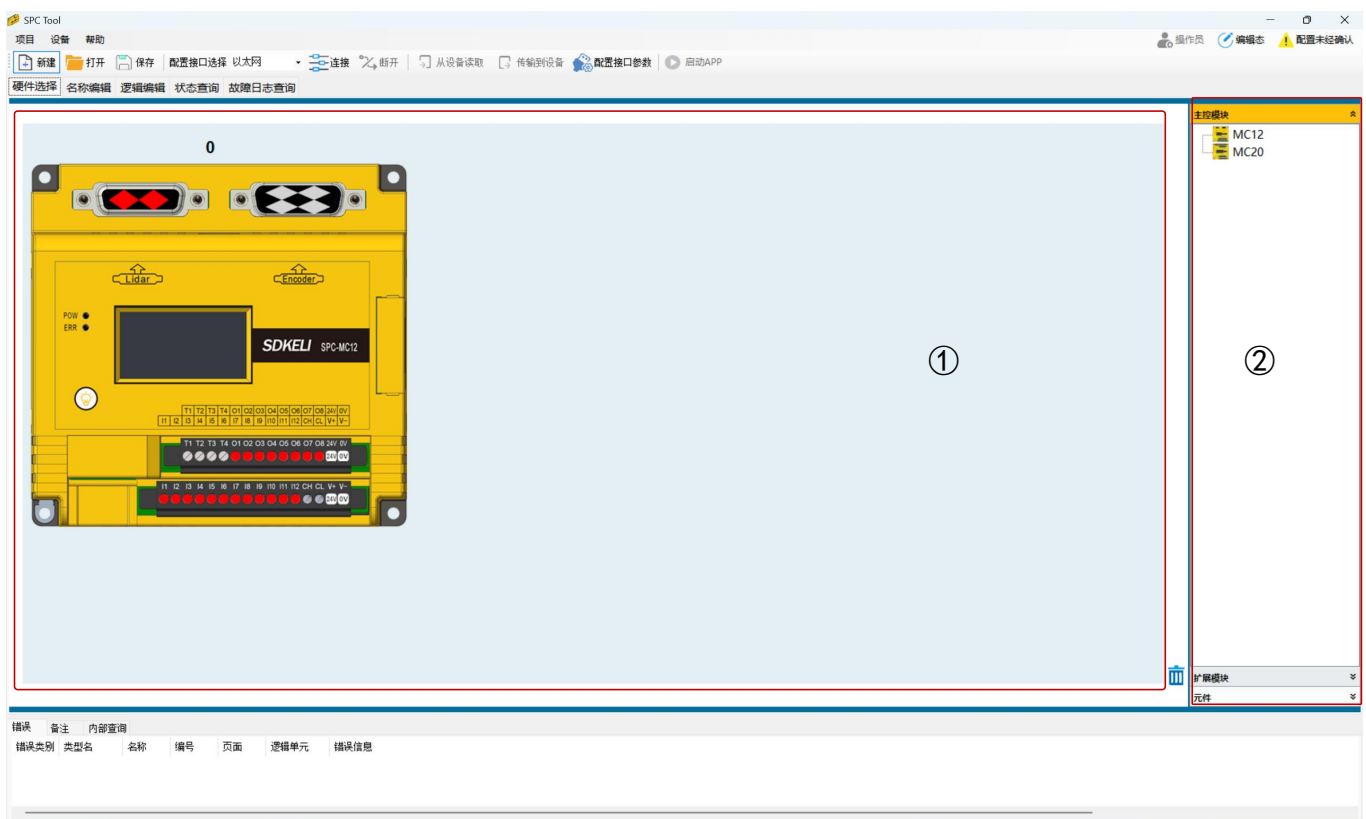

图 4.7 硬件配置界面构成
- **主控模块选择面板：**此处显示所有可组合成安全控制器 SPC 的 SPC 主模块。目前包括 MC12 和 MC20 两类。如图 4.7 上的②区。
- **扩展模块选择面板：**此处显示所有可组合成安全控制器 SPC 的 SPC 扩展模块。目前包括 EN0000 和 IO0842 两类。如图 4.7 上的②区。
- **元件选择面板：**此处列出了可以连接到安全控制器 SPC 的输入和输出的所有设备，例如传感器、编码器等。可对设备进行参数设置。如图 4.7 上的②区。
- **配置区域：**在此创建安全控制器 SPC 的整个硬件配置并以图形方式显示，如图 4.7 上的①区。各个模块的信息可以通过双击对应的模块查看。已连接的设备也可以通过双击进行参数的查看和配置。已配置的模块和设备可以拖进  图标处，进行删除。